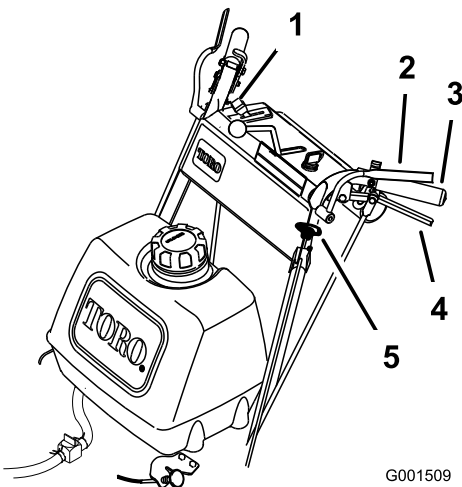

Figura 11
1. Para engranar las cuchillas, apriete las palancas de Control de Presencia del Operador (CPO) contra las empuñaduras de los manillares (Figura 11).
1. Empuje hacia abajo el mando de control de las cuchillas (PTO) a la posición de desconectado (Figura 11).
2. Si suelta las palancas de Control de Presencia del Operador (CPO), se parará el motor y se detendrán las cuchillas (Figura 11) con la palanca de control de las cuchillas engranada.